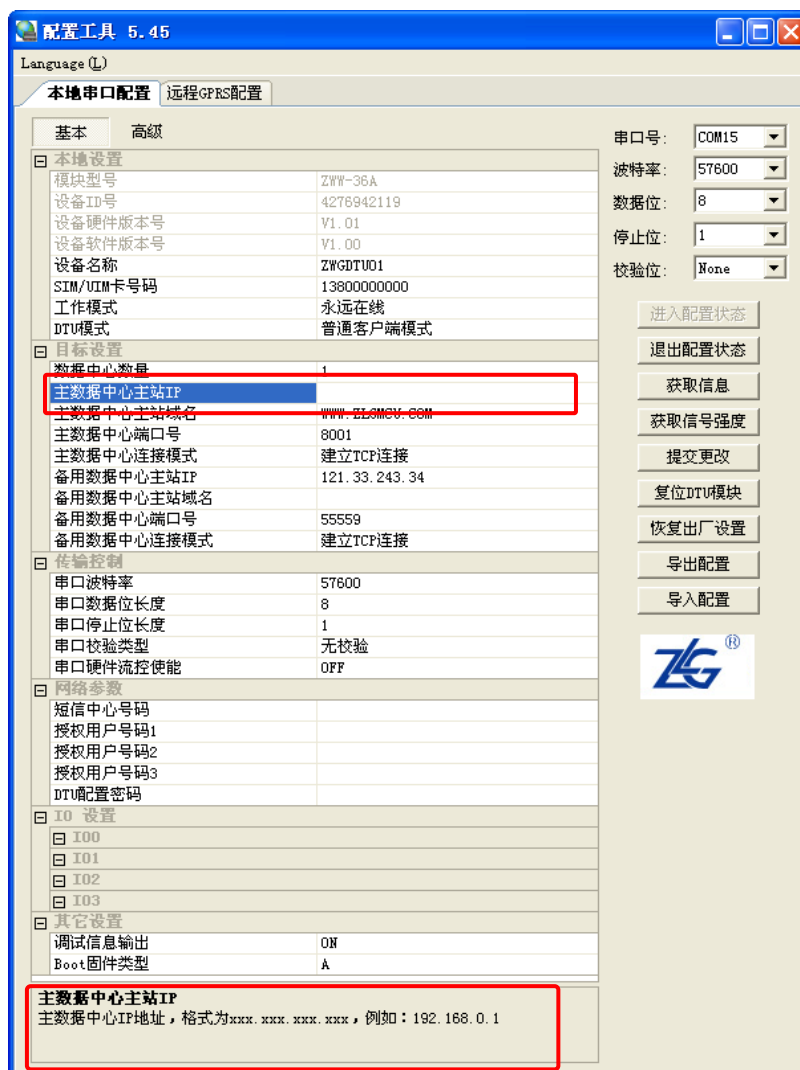

图 2.7 配置工具界面
- 修改配置参数，在配置页面的下方，将出现配置项的说明和注意事项，如图 2.7 所示；